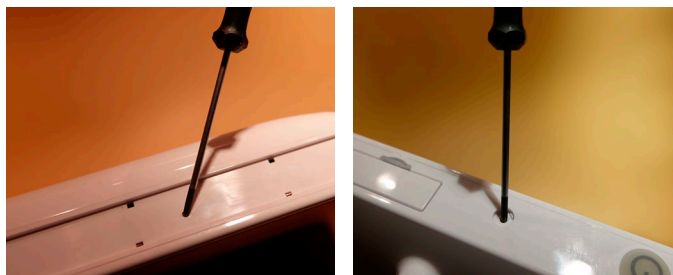

図6 ネジの取り外し
e) ディスプレイ装置の4つの端のネジをすべて外します(図6)